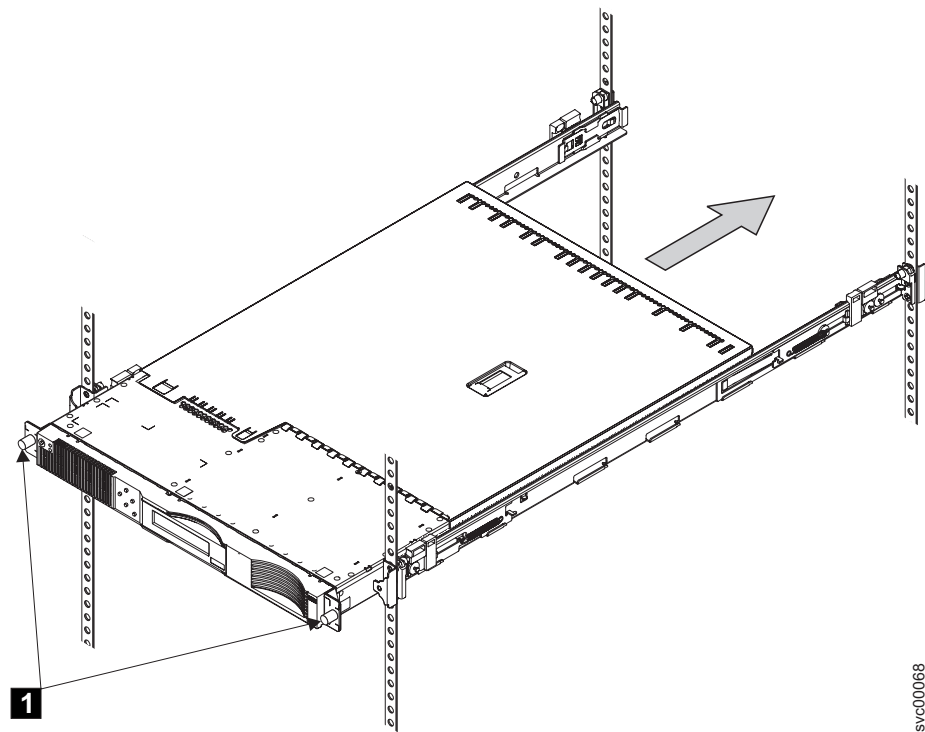

図 112. 前部ねじでの SAN ボリューム・コントローラー 2145-4F2 の取り付け
2. 2本の前部ねじ (図 112 の **1**) を留めます。
注: レール・アセンブリの前面の外観は、図 112 に示す前面とは異なります。